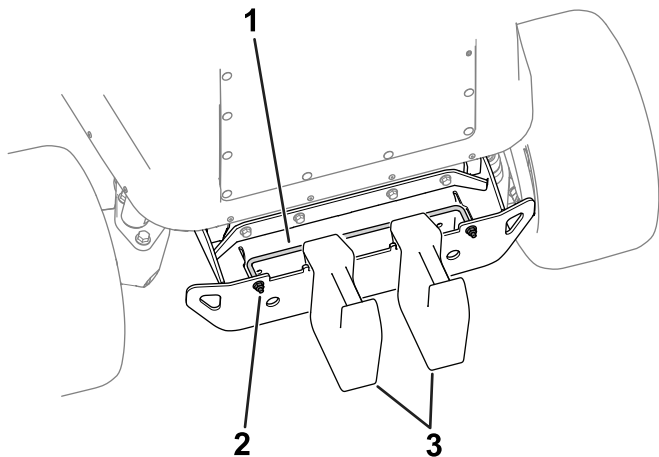

Figura 15
1. Slăbiți elementele (Figura 15) care fixează tija de blocare a greutății pe bara de protecție.
2. Adăugați 2 greutăți la bara de protecție așa cum se arată în Figura 15.
3. Strângeți elementele care fixează tija de blocare a greutății (Figura 15) pentru a fixa greutatea pe bara de protecție.